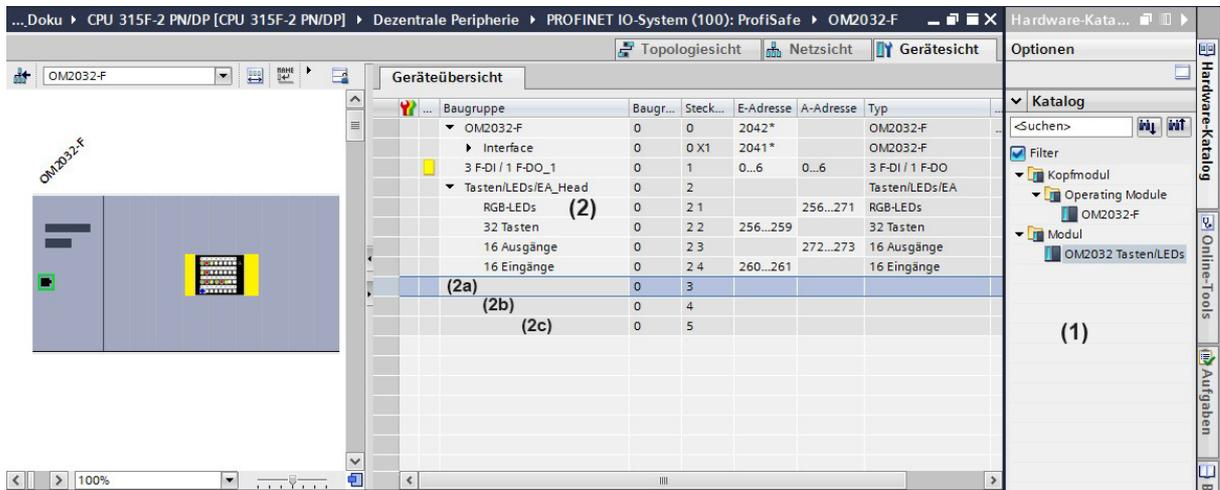

Abb. 6.3: Geräteübersicht Anbindung Head-Modul
Die Geräteübersicht (Abb. 6.3) erscheint.
Das aus dem Hardware-Katalog (1) ausgewählte Bedienmodul (in Abb. 6.3 handelt es sich um ein Head-Modul) wird im Bereich (2) angezeigt.